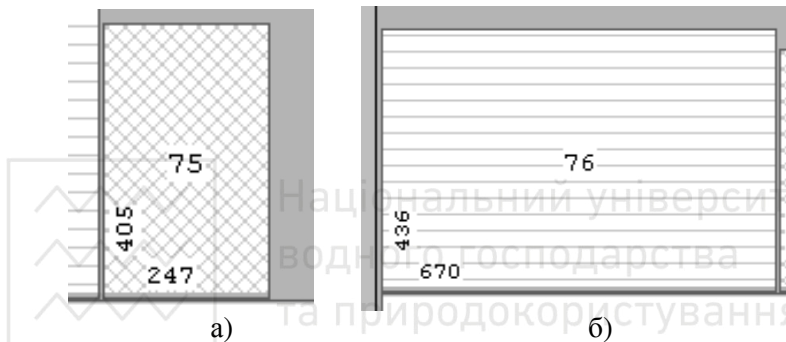

Рис. 7. Поворот деталі
4) Поворот деталі. Важливо: Повертати на карті розкрою можна тільки ті деталі, для яких встановлено властивість "Волокна в будь-якому напрямку" або "Без волокон" (рис. 7а).
Деталь з волокнами (рис. 7б) обертати неможна.